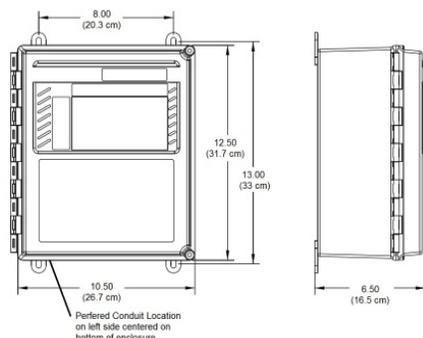

Figura 1
**Paso 1:** Seleccione una ubicación a lo largo del sistema de distribución eléctrica tan cerca físicamente de las cargas de equipos críticos como sea práctico para instalar el supresor de sobretensiones. El supresor puede instalarse en los paneles de distribución, en las entradas de alimentación de CA de los equipos o en los devanados secundarios de los transformadores de insulación. El supresor debe colocarse a menos de cuatro (4) pies (122 cm) de la fuente de alimentación de CA. Se recomienda que el supresor se instale a menos de 61 cm de la fuente de alimentación de CA, si es posible.
**Paso 3:** Consulte el diagrama de los recintos de la serie APEX (Figura 1). Observe las ubicaciones sugeridas en la parte inferior o en el lado izquierdo de la caja del supresor para perforar los agujeros para dirigir el conducto desde la fuente de alimentación de CA hasta el conjunto del supresor. Las aberturas destinadas a dar paso a los conductores del cableado de CA pueden perforarse en cualquier lugar de la carcasa del supresor, siempre y cuando los componentes de la supresión no se dañen o se obstruyan en el proceso.
**Paso 4:** Consulte la ilustración de montaje (Figura 1) del supresor Serie APEX. Taladre cuatro (4) orificios de montaje en la superficie de montaje. Asegúrese de que los agujeros de montaje estén separados 8" (20,38 cm) uno del otro horizontalmente y estén separados 13" (31,7 cm) verticalmente.